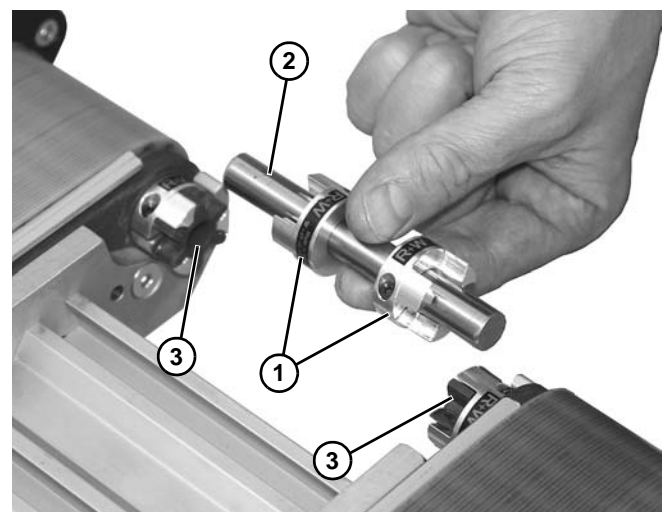

Figura 28
8. Instale la parte interior del acoplamiento de 3 mordazas (**Figura 28, artículo 1**) en el eje central (**Figura 28, artículo 2**).
9. Instale el eje central en el extremo de cada araña de 3 mordazas (**Figura 28, artículo 3**).